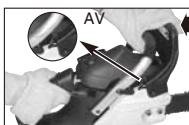

Fig. 7A
1. KJEDEBREMSEN er DEAKTIVERT (kjeden kan beveges) når BREMSES-PAKEN ER TRUKKET BAK OG LÅST. Sørg for at kjedebremsehendelen er i AV-posisjonen. (Fig. 7A)